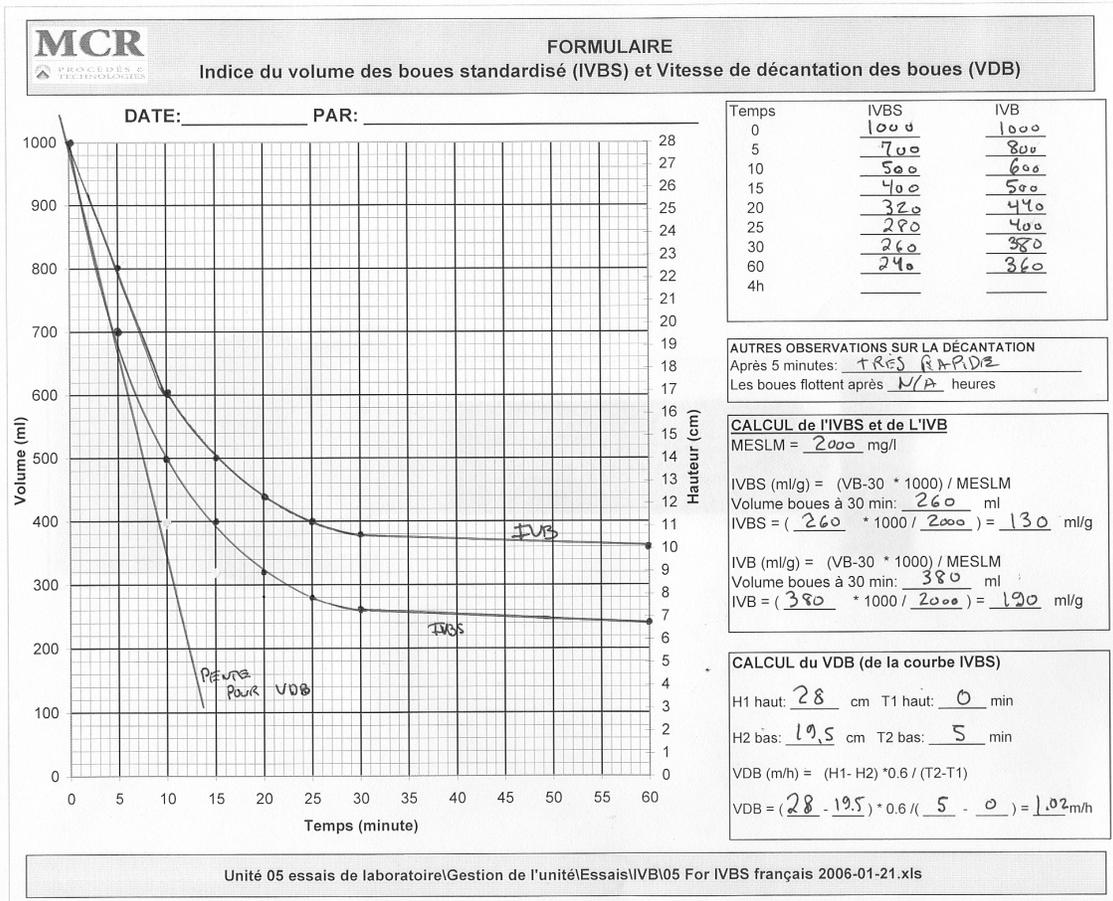

Figure 6.1 : Exemple d'une boue qui décante très rapidement
Les figures 6.1 et 6.2 serviront pour les exemples de calcul.
- À la figure 6.1, pour l'IVBS on a après 30 minutes un volume de boues dans le cylindre de 260 ml et la concentration en MESLM de l'échantillon est de 2000 mg/l:
- Toujours à la figure 6.1, pour l'IVB on a après 30 minutes un volume de boues dans le cylindre de 380 ml et la concentration en MESLM de l'échantillon est de 2000 mg/l:
Comme on peut le constater aux figures 6.1 et 6.2, la vitesse de décantation des boues (VDB) est obtenue à partir du calcul de la première droite des courbes d'IVBS. Seuls les premiers points créant une pente continue sont conservés pour le calcul de la VDB; les autres, créant un bris de pente, sont rejetés.
- À la figure 6.1 et sur la courbe d'IVBS, le bris de pente se situe au temps 5 minutes et la hauteur de boues dans le cylindre gradué est de 19,5 cm.